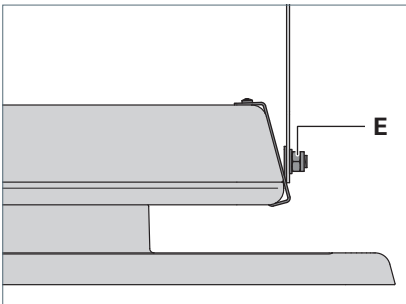

Fig. 11: Leuchte fixieren.
- ▶ Drehen Sie die Sechskantmuttern **E** mit einem Drehmoment von **20 Nm** auf beiden Seiten der Leuchte fest, siehe Fig. 11.